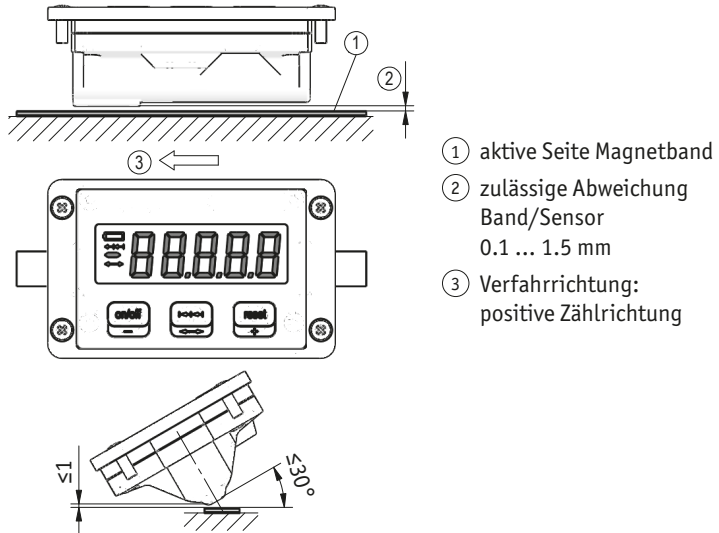

Abb. 8: Definition der Zählrichtung mit Magnetband und Montage mit integriertem Sensor/Magnetband, Abstandsmaße, Toleranzen
- ▶ Auf richtige Ausrichtung des Messanzeige mit integriertem Magnetsensor achten, damit die optimale Abtastung gewährleistet ist (siehe Abb. 8).